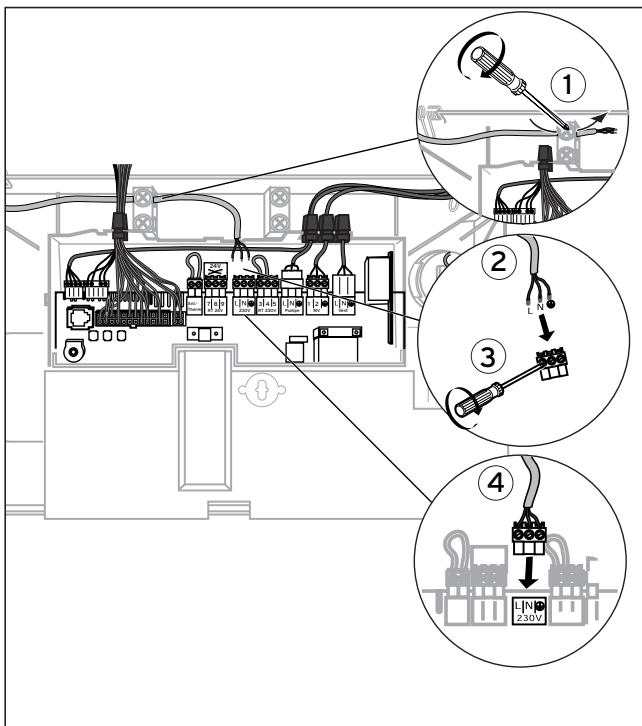

Abb. 4.6 Netzzuleitung anschließen
- Verlegen Sie die Netzzuleitung zur Anschlussebene im Schaltkasten wie in Abb. 4.6 gezeigt.